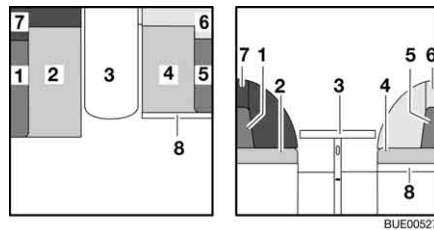

Bild 76 Vor dem Umbau
- Tisch (Bild 76,3) zum Bettunterbau umbauen (siehe Abschnitt 6.11).